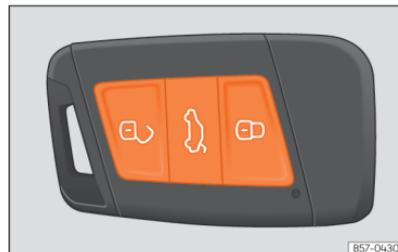

Fig. 53 Chave por comando à distância: teclas.
- Trancar: pressione o botão »» **Fig. 53.**